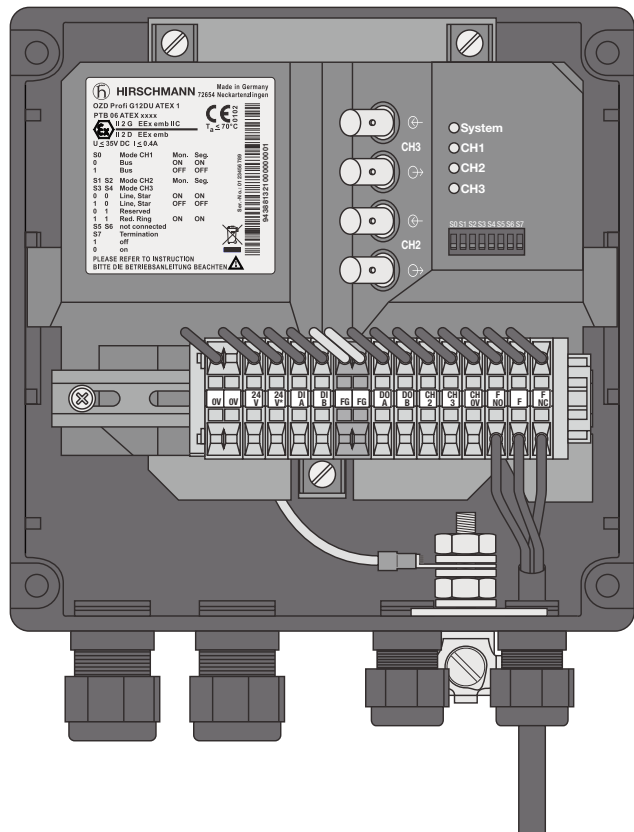

Abb. 27: Leitungsdurchführung Meldekontaktleitungen beim OZD Profi G12DK ATEX 1 (OZD Profi ... DE ... : analog)
- ▶ Führen Sie Meldekontaktleitung beim OZD Profi G12DK ATEX 1 und OZD Profi G12DE ATEX 1 wie in Abbildung 27 gezeigt durch die Kabeleinführungen (PG-Verschraubungen).
Die Empfangspegel der beiden optischen Kanäle CH 2 und CH 3 lassen sich mit einem handelsüblichen Voltmeter an der Klemmleiste ermitteln (siehe Abbildung 27 und 28). Der OZD Profi G12D... ATEX 1 ist gegen einen Kurzschluss an den Klemmen geschützt, eine kurzzeitige Beeinflussung der Datenübertragung ist jedoch möglich*.